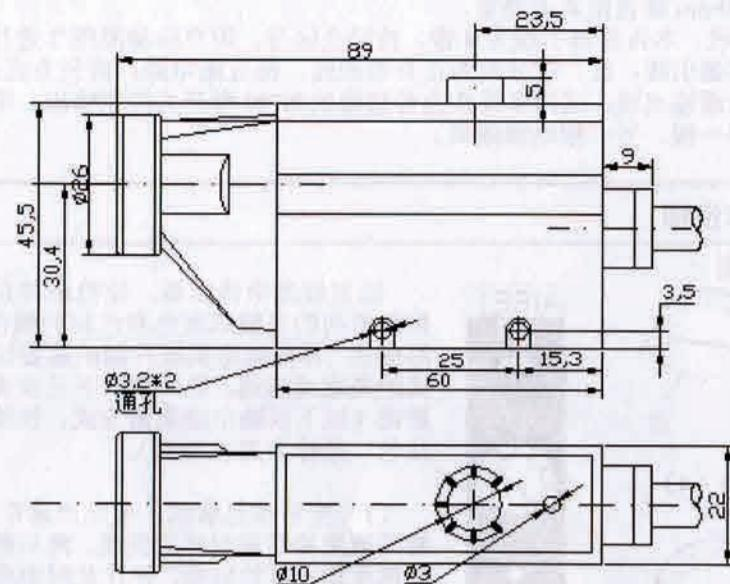

图 1
1. 安装: 传感器尺寸见图 1。传感器应垂直安装于被测物的上方。传感器物镜与被测物面之间的距离根据传感器型号掌握在 10mm 左右,传感器的安装座板应有 10mm 垂直距离调整量。